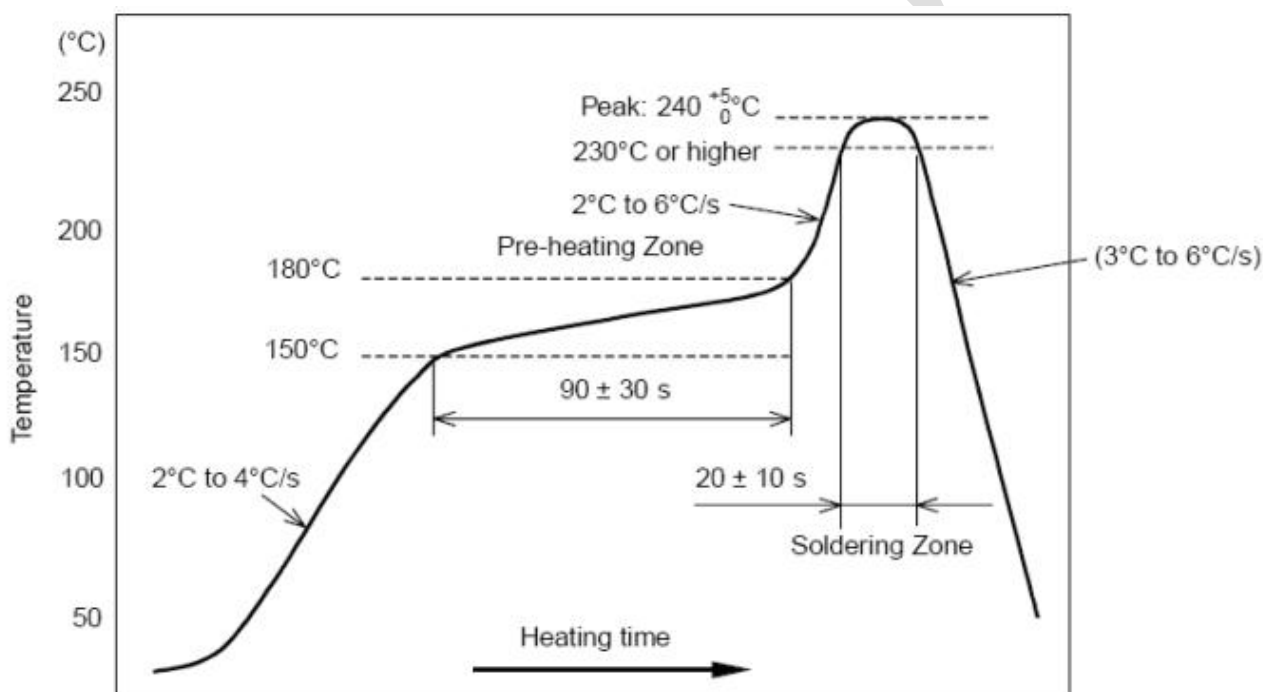

图 4 部件的焊接耐热性温度曲线(焊接点)
- 2、允许回流焊次数：2 次，基于以下回流焊(条件)(见图 4)；
- 3、温度曲线：回流焊应按照下列温度曲线(见图 4)；